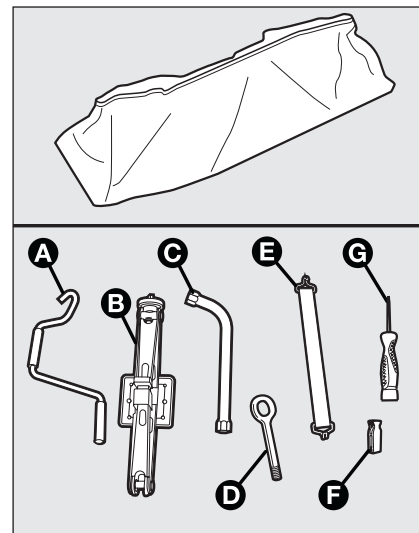
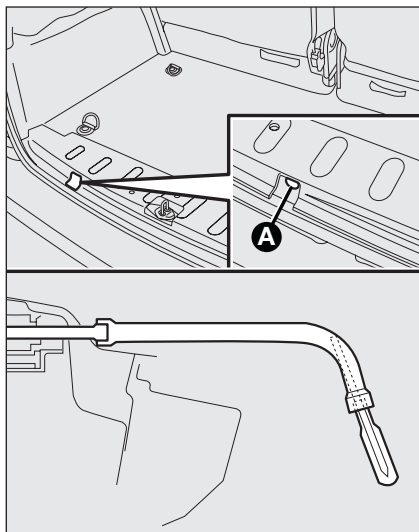
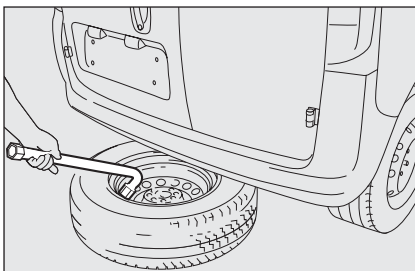

fig. 3
fig. 4
fig. 5
- à l'intérieur de la boîte sont contenus les outils suivants **fig. 3**:
- prendre la clé **C-fig. 3** et, en agissant depuis l'intérieur du compartiment de chargement, dévisser le boulon de blocage du support de la roue de secours **A-fig. 4** de façon à permettre la descente de cette dernière. Pour réduire l'effort, introduire le tournevis **G-fig. 3** dans la cavité formée à l'intérieur de la clé **C**;
- utiliser la clé **C-fig. 3** pour extraire la roue du véhicule **fig. 5**;
- desserrer d'environ un tour les boulons de fixation de la roue à remplacer à l'aide de la clé **C-fig. 3**;
- soulever à nouveau la roue en revissant le boulon de blocage **A-fig. 4**;